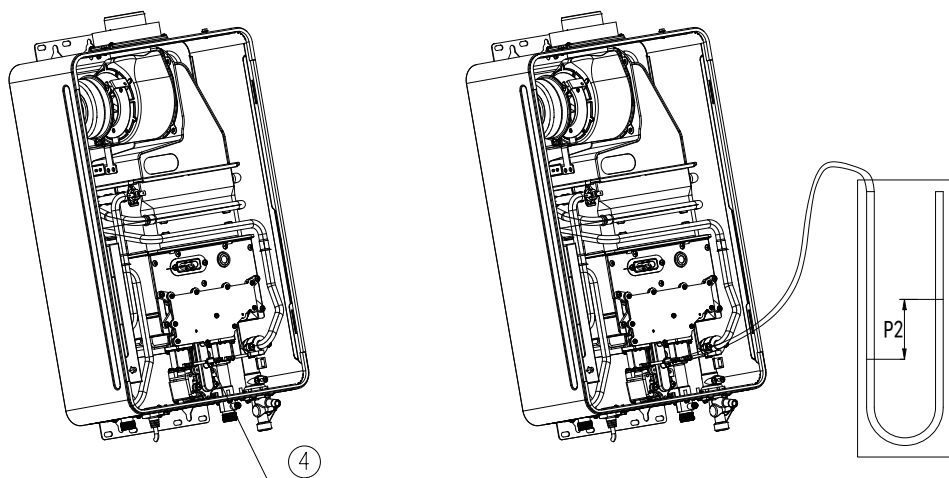

Fig. 10
- g. Conecte el manómetro a la toma de presión de la válvula de gas (ver Fig. 10, paso 4; Fig. 11).